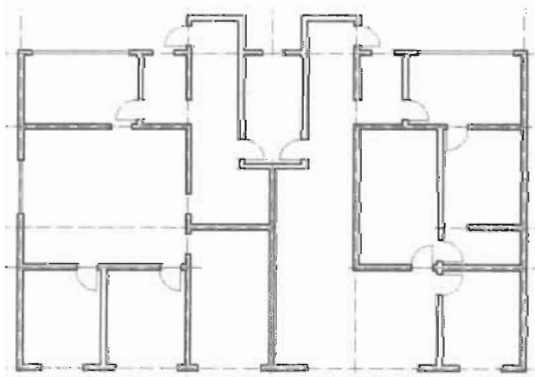

图 5-162
(4) 采用复制命令、镜像和旋转命令, 将门图例复制到相应的位置, 效果如图 5-162 所示。